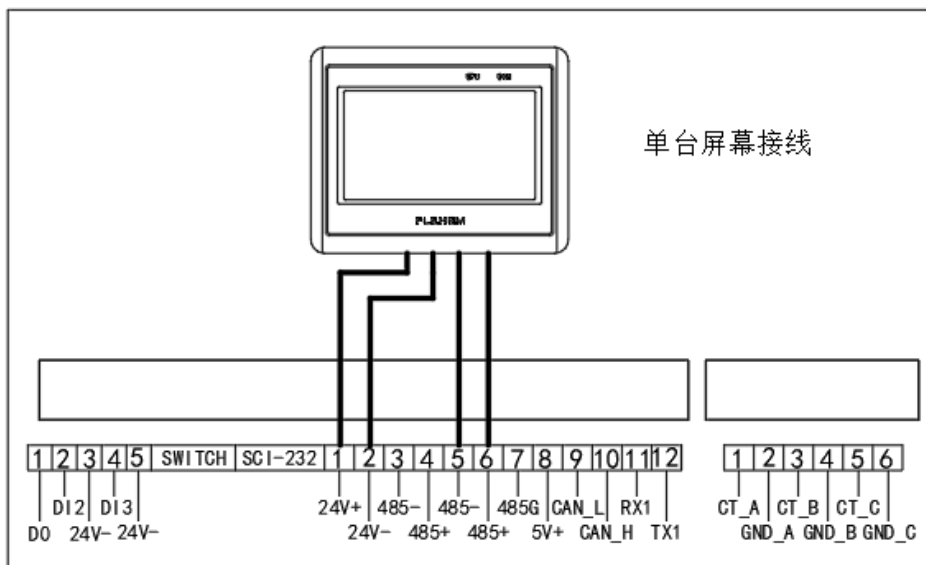
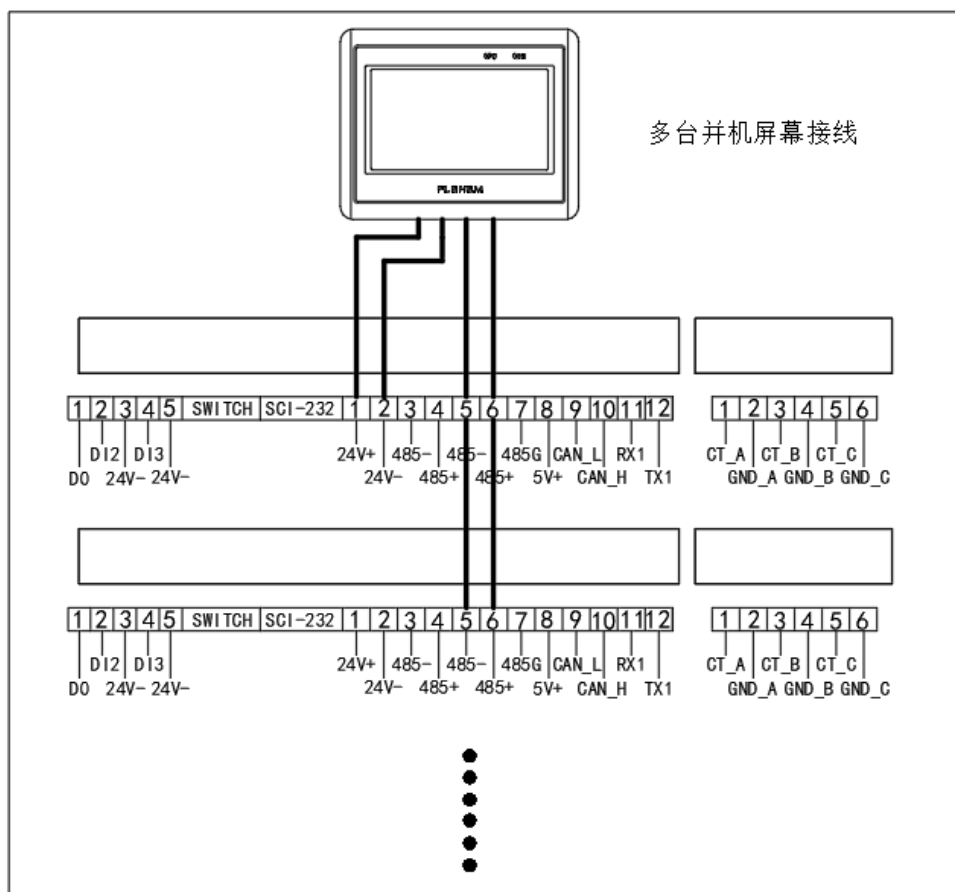

图 9 单模块屏幕接线
图 10 多模块并机屏幕接线
(7) 单机模块屏幕接线如下图 9 所示；多模块并机时，屏幕接线选用其中一台的 24V+ 与 24V-，连接显示屏电源接口的正负；其它所有并机设备的 485+、485- 并联接入显示屏的对应接口，如图 10 所示